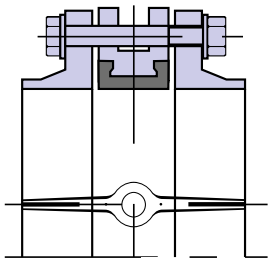

Рис. 5
- Отцентрируйте поворотный затвор и слегка закрутите болты (шпильки), но не затягивайте их. Откройте диск поворотного затвора до положения «полностью открыто» (Рис. 5).